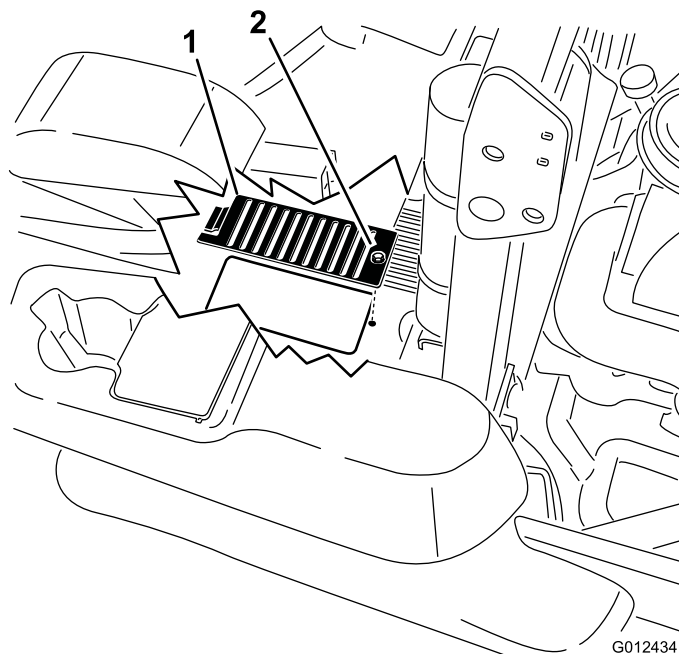

Bild 73
6. Entfernen Sie über jedem Peilstab die Abdeckung und die an der Abdeckung befestigte Schraube. Reinigen Sie den Bereich um jeden Ölpeilstab und jede Hydraulikanlage (Bild 73).